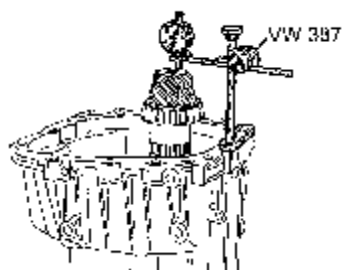

图 9-144 装配测量工具
(1) 清洁壳体的分界面，把从动轴放入变速器后盖上，用手将主动齿轮转动 8 圈，以使圆锥滚柱轴承下沉。
(2) 装配测量工具，用 1mm 预紧力将千分表（3mm 测量范围）调到零位，如图 9-144 所示。